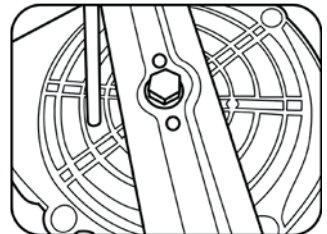

Fig. 8.1
- ☼ Zablokuj nóż przed obrotami przy pomocy śrubokręta. Rysunek 8.1